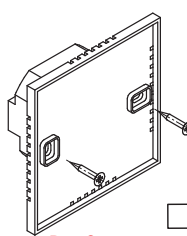

Рис. 3
8.2.3. С помощью двух винтов прикрепите тыльную часть корпуса к монтажной коробке **рис. 3**.